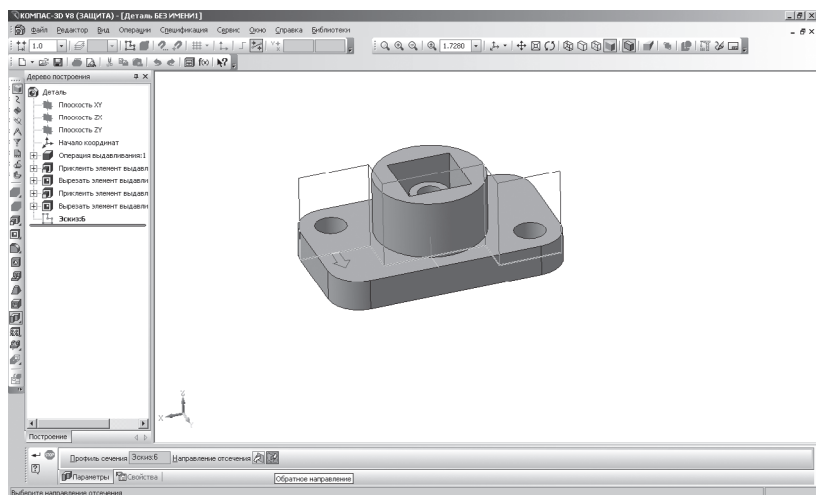

Рис. 249
- на панели Свойств – Профиль сечения – **Эскиз**. Направление сечения – **Обратное**, т.е. удаления части детали, обращенной к наблюдателю (направление отсечения показывается на фантоме в окне в виде стрелочки) – рис. 249;